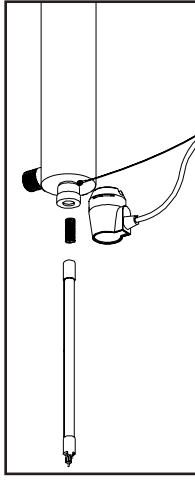
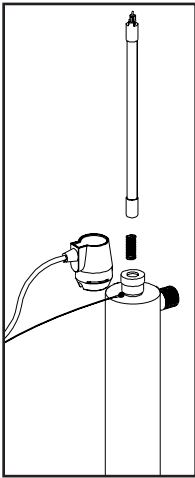
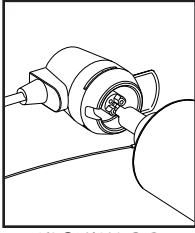

FIGURE 2C
FIGURE 2D
FIGURE 2B
2. Pour l'installation d'une lampe neuve, retirer d'abord la lampe de son emballage de protection; veiller encore à ne pas toucher la surface de verre de la lampe. Insérer délicatement la lampe dans le réacteur (à l'intérieur de la gaine de quartz – Figure 2C). Insérer complètement la lampe dans le réacteur, mais laisser la lampe dépasser de deux pouces hors de la chambre du réacteur. Ensuite, brancher le connecteur à la lampe UV (Figure 2B). Le connecteur comporte un repère de positionnement qui empêche un branchement incorrect (Figure 2B). S'assurer que le connecteur soit parfaitement enfoncé sur la lampe UV (Figure 2D).
3. To install a new lamp, first remove the lamp from its protective packaging, again being careful not to touch the lamp glass itself. Carefully insert the lamp into the reactor vessel (actually inside the quartz sleeve) (Figure 2C). Insert the lamp fully into the chamber leaving about two inches of the lamp protruding from the chamber. Next, attach the connector to the UV lamp (Figure 2B). The connector is "keyed" and will only allow correct installation in one position. Ensure the connector is fully seated onto the UV lamp (Figure 2D).